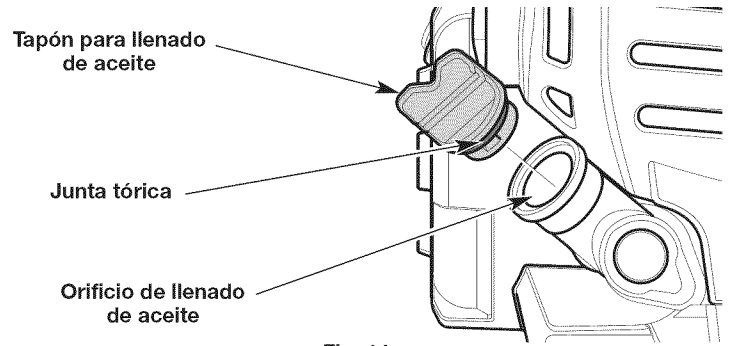

Fig. 14
2. Desensrosque el tapón de llenado de aceite (Fig. 14).
3. Vierta todo el contenido del recipiente dentro del orificio de llenado de aceite (Fig. 14). **NO** llene el depósito en exceso. Consulte *Control del nivel de aceite*.
NOTA: Compruebe que la junta tórica esté en su lugar en el tapón de llenado de aceite (Fig. 14).